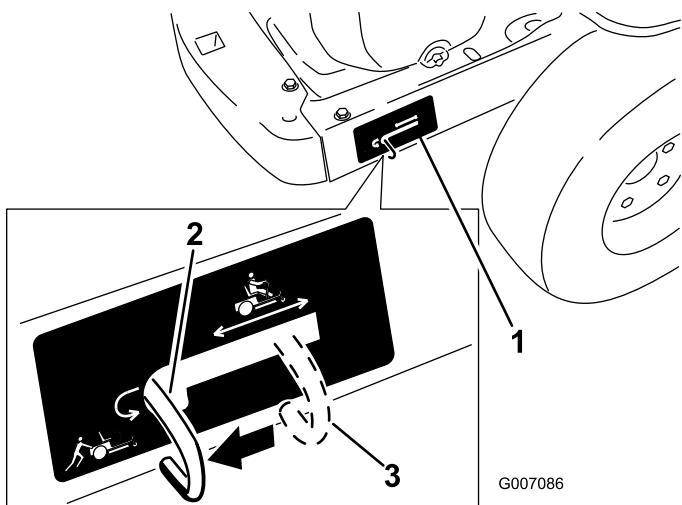

Figura 20
4. Spostate le leve by-pass indietro e poi verso il basso per bloccarle in posizione come riportato nella Figura 20 per disinserire i motori della ruota. Ripetete l'operazione su ciascun lato della macchina.
Spostate le leve by-pass verso l'alto e spingetele in avanti, fino a metà della scanalatura orizzontale (Figura 20) per innestare i motori della ruota.